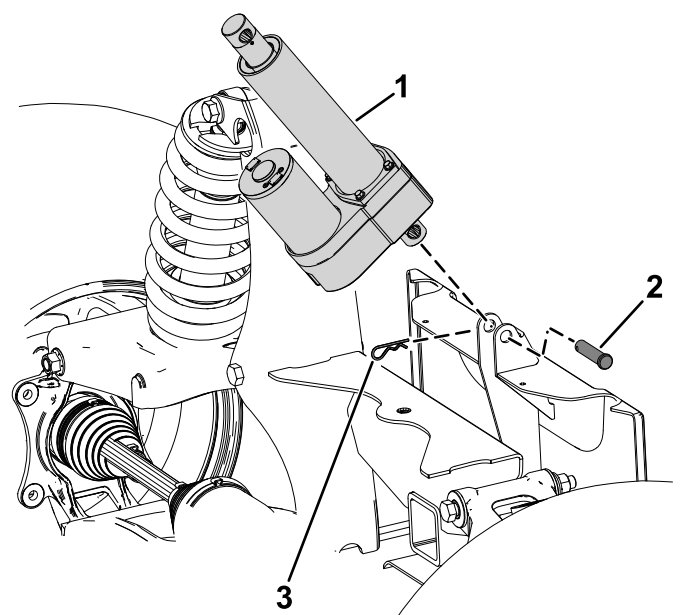

Figura 6
1. Instale o cilindro de elevação no suporte da estrutura traseira utilizando um passador de forquilha e um perno de gancho (Figura 6).